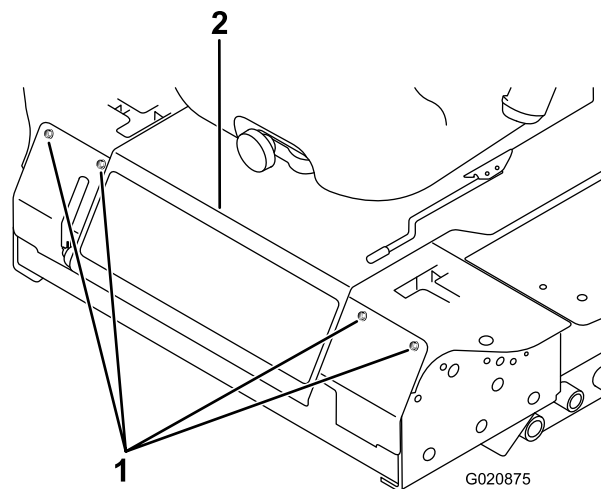

Figura 71
- Afloje los pernos del panel delantero y retire el panel (Figura 71).